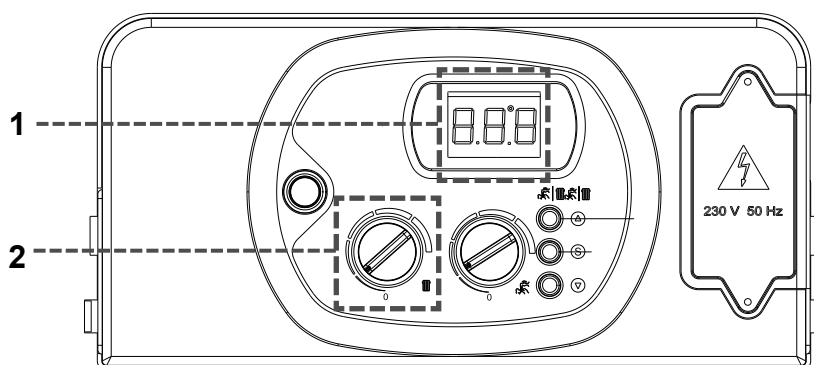
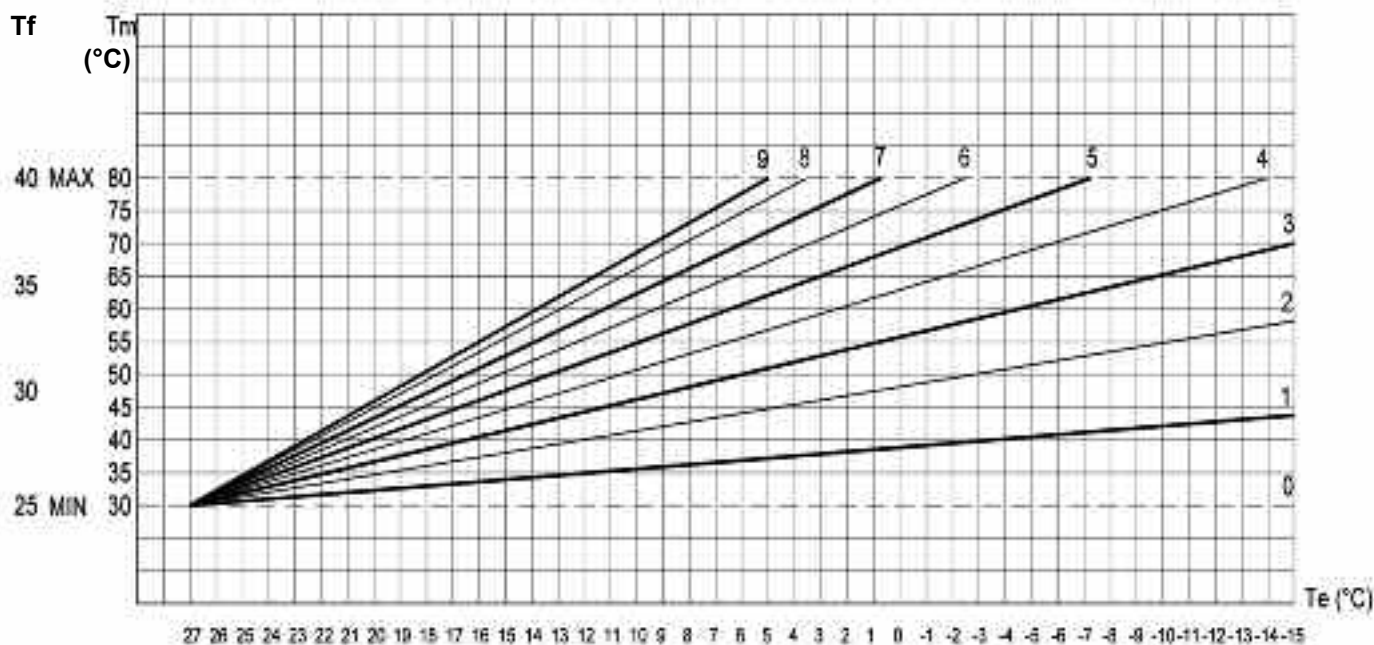

Abb. 1
Abb. 2
Nach erfolgtem Anschluss des Aussenfühlers (optional), die Betriebsart Heizung  einstellen und die gewünschte Heizkurve mit dem Drehregler 2 (Abb. 1) vorwählen.
Am Digital-Display 1 (Abb. 1) sehen Sie die vorgewählte Heizkurve mit einem Wert zwischen 0 und 9 ca. 3 Sekunden lang, danach wird die derzeitige Vorlauftemperatur angezeigt.
Die angezeigte Zahl am Digital-Display 1 (Abb. 1) entspricht einer Vorlauftemperatur in Bezug auf die Aussentemperatur - siehe Heizkurvendigramm (Abb. 2)
- Öffnen Sie die Verschlusskappe **[A]** (Abb. 1).
- Verbinden Sie die Warmwasser-Rücklauf-Leitung mit dem Anschluss **[A]** (Abb. 1 + 2).